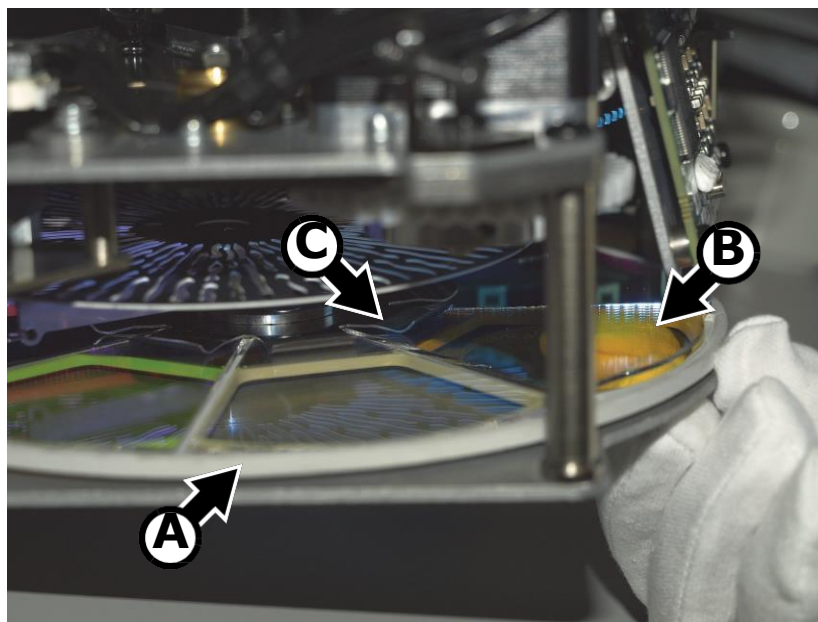

Рисунок 25: Снятие светофильтра
4. См. рисунок 25. Поворачивать колесо светофильтров (A) до тех пор, пока Вы не получите доступ к тому фильтру, который Вы хотите заменить (B). Надеть чистые хлопковые перчатки и удерживать фильтр около внешнего края большим и указательным пальцем. Толкнуть внешний
6. См. рисунок 25. Задвинуть фильтр в клип (С) в центре колеса светофильтров. См. рисунок 26. Внешний край фильтра должен находиться под кромкой (отмечена стрелкой) на краю колеса светофильтров, чтобы фильтр надежно держался.